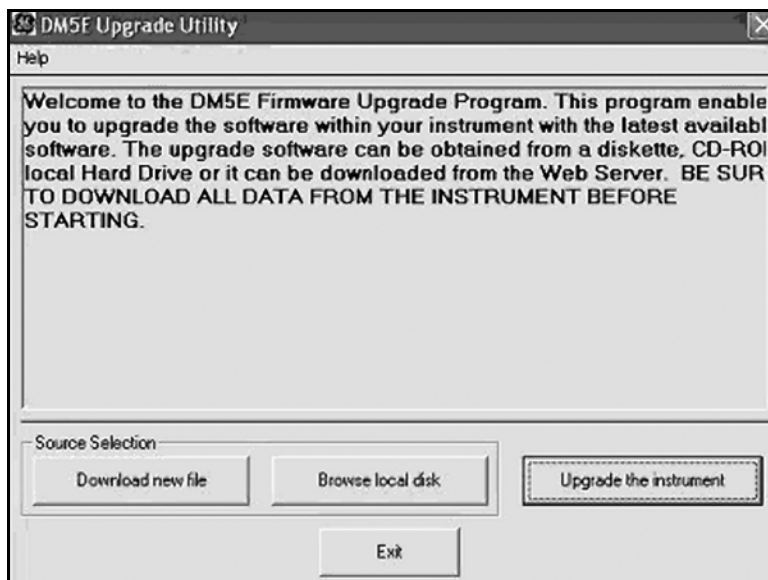

图 22: 更改参数设置
2. 从 PC 的“程序”菜单中运行 *升级实用程序*。对于典型的 MS Windows 操作系统，请依次单击“开始”按钮和“运行”按钮，选择“程序”，然后选择“DM5E Upgrade Utility”（DM5E 升级实用程序）（请参阅第 68 页的图 22）。